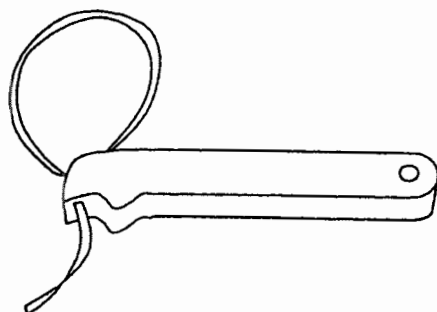

図28 ベルトレンチ
- (5) 呼び径75~200の場合は、シャコ万力で内リングを押さえたまま外リングを内リングに手で締め付けていき、最後にベルトレンチ(図28参照)などを用いてしっかりと締め付けてから、シャコ万力をはずす。